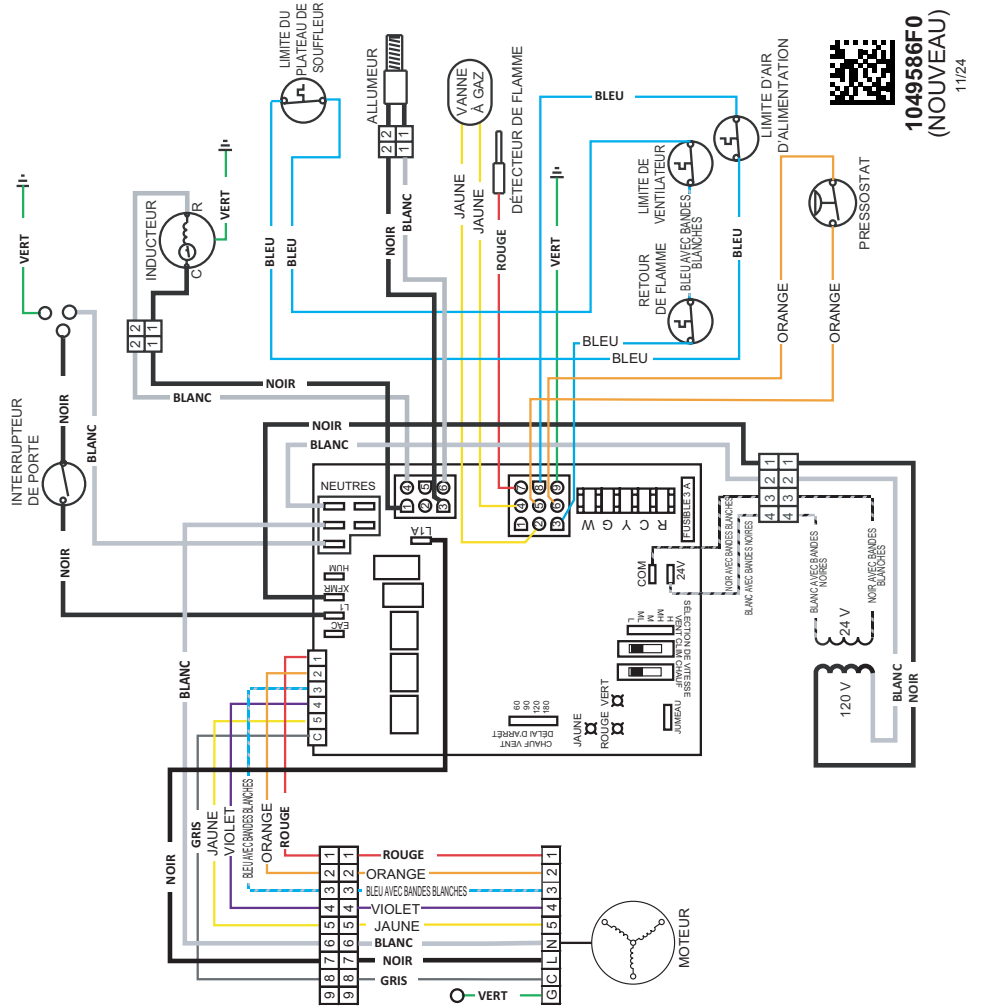

Figure 31. Schéma de câblage de la carte contrôle Nordyne Channel
- Est-ce que toutes les DEL sur les tableaux de commande de la fournaise sont constamment ALLUMÉES? Sinon, reportez-vous au Tableau 6 ou au schéma de câblage dans Figure 31 pour déterminer la cause de la panne.